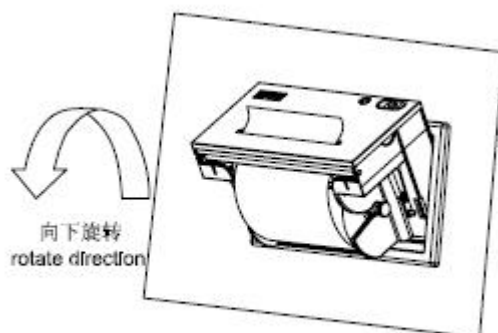

图 2-6
(5) 用手捏住内壳两侧，按照图 2-6 所示方向向下旋转打印机内壳，同时向里推打印机内壳。